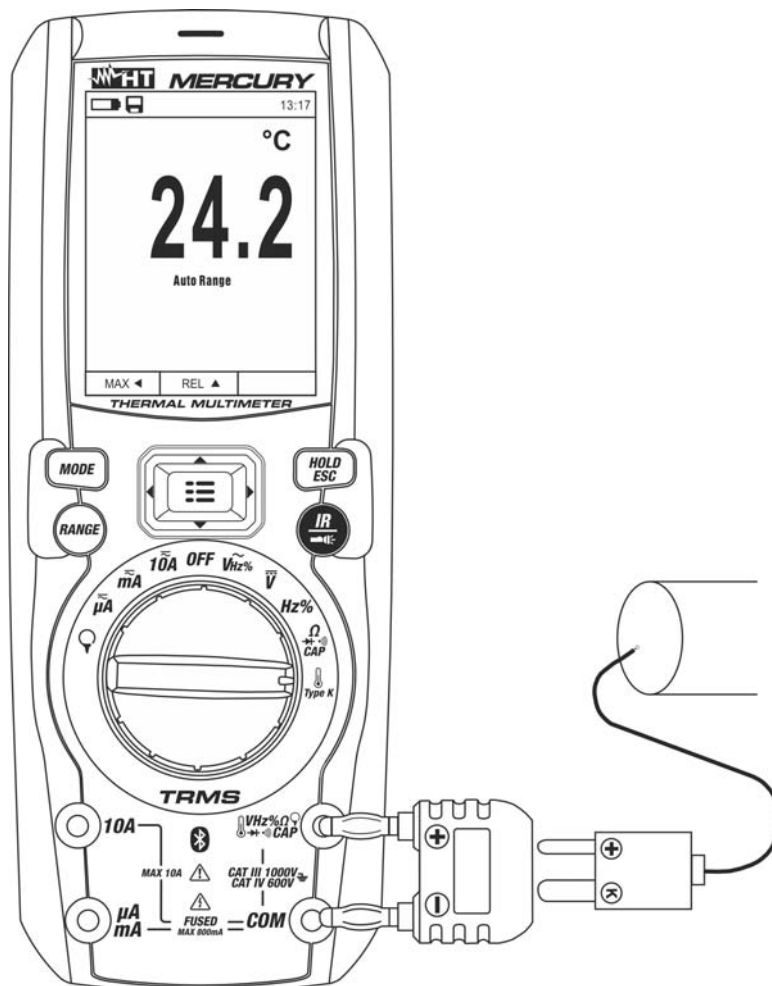

Fig. 27: Uso dello strumento per misura di Temperatura
3. Inserire l'adattatore in dotazione nei terminali di ingresso **VHz%** e **CAP** (polarità +) e **COM** (polarità -) (vedere Fig. 27)